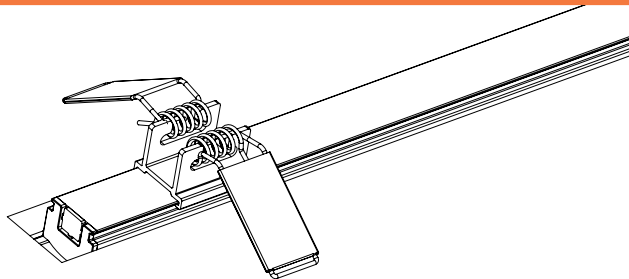

Figure 7
3. Préparer le support d'installation (Figure 7)